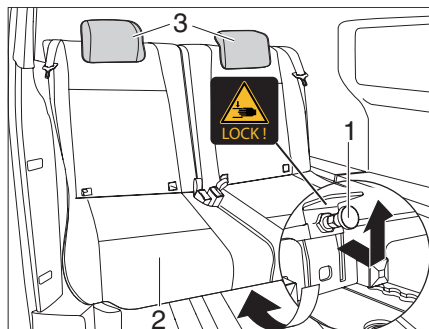
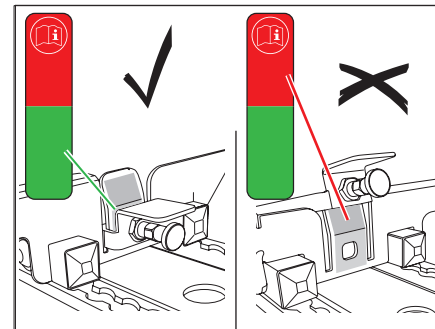
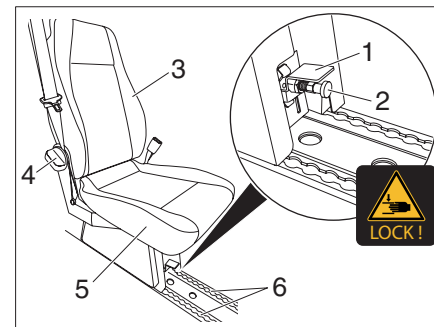

Fig. 16 Verrouillage Banquette
Fig. 17 Position des verrouillages
Fig. 23 Installation du siège
- ▶ Appuyer légèrement et tirer sur la goupille de verrouillage (Fig. 16,1) située sous la banquette (Fig. 16,2). Le dispositif de verrouillage se débloque.
- ▶ Pousser la banquette (Fig. 16,2) vers l'avant et verrouiller à nouveau la goupille de verrouillage (Fig. 16,1).
- ▶ Appuyer sur le bouton et tirer l'appuie-tête (Fig. 16,3) vers le haut.
- ▶ Soulever le siège (Fig. 23,5) dans la glissière (Fig. 23,6).
Le levier de verrouillage (Fig. 23,1) doit alors se trouver en position supérieure (marquages et repères, voir Fig. 16 et Fig. 17).
- ▶ Vérifier que le siège (Fig. 23,5) est bien enclenché.
- ▶ Tirer sur les goupilles de verrouillage (Fig. 23,2) et pousser le levier de verrouillage (Fig. 23,1) vers le bas.
- ▶ Tourner le bouton de réglage (Fig. 23,4). Le dossier (Fig. 23,3) se replie vers l'avant.
- ▶ Tirer le levier de verrouillage (Fig. 23,1) vers le haut.
- ▶ Soulever le siège (Fig. 23,5) du rail et le déposer brièvement si nécessaire.
- ▶ Saisir le siège par le coussin d'assise et le dossier (Fig. 23,3) et la sortir du véhicule.